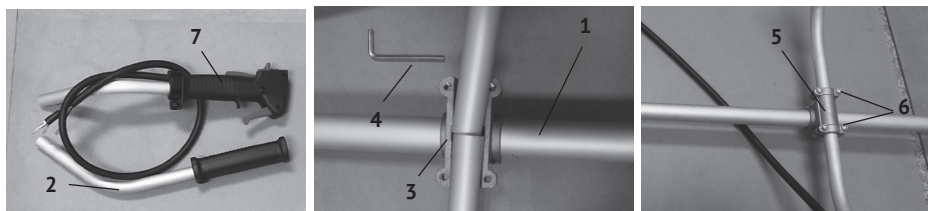

рис.3
- ослабив винты установить основание муфты (рис.3 поз.3) на штангу (рис.3 поз.1);
- ослабив четыре винта (рис.3 поз.6) крышки муфты (рис.3 поз.5), вставить в муфту левую (рис.3 поз.2) и правую (рис.3 поз.7) рукоятки;